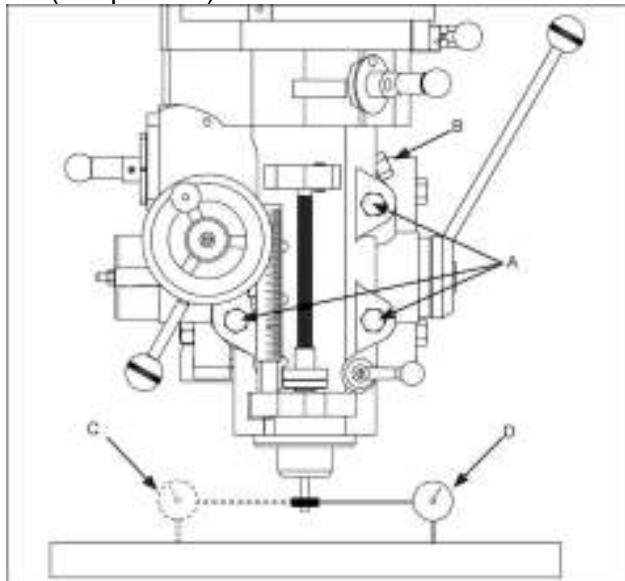

Рисунок 18
- Установите индикатор на оправку и закрепите с помощью штанги (см. рис. 18).
- Установите индикатор часового типа на оправку и закрепите с помощью штанги (см. рис. 18).